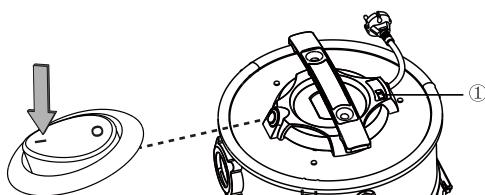

Fig. 7
- Tænd for motoren ved, at stille kontakten på "I" TÆND (fig. 7).
Askestøvsugeren er udstyret med en opfyldningsindikator (①). Hvis indikatoren for opfyldningsniveauet viser en rød linje, skal beholderen og filtre tømmes eller rengøres (fig. 7). Den røde linje indikerer svær forurening af filteret. Dette kan ske, før beholderen er fuld. Du skal derefter trykke på filteret for, at fjerne linjen igen.